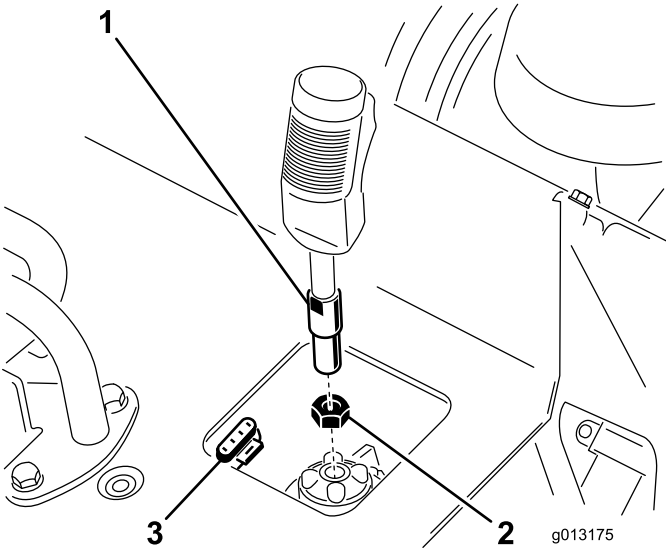

Figure 4
1. Dévissez l'écrou de blocage du levier de commande de la dessoucheuse (Figure 4).
2. Vissez le levier de commande de la dessoucheuse sur son socle de fixation sur le panneau de commande (Figure 4).
3. La gâchette étant orientée vers l'avant, serrez l'écrou de blocage contre le socle pour fixer le levier en place (Figure 4).
4. Connectez le fil du levier au connecteur à 4 broches situé sous le panneau de commande (Figure 4).